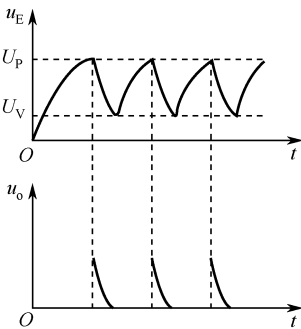

图 4-26 振荡器输出脉冲电压波形
2) 工作过程	<p>工作时，合上开关 S，电源通过 R_p、R 给电容 C 充电，电容两端间电压按指数规律上升。当 $U_c < U_p$ 时，单结晶体管处于截止状态，R_1 两端间电压近似为零。随着充电的进行，电容上的电压 U_c 升至单结晶体管的峰点电压 U_p 时，单结晶体管的 E、B_1 极之间导通，电阻 R_{b_1} 急剧减小，电容上的电压通过 R_1 放电。由于 R_1 很小，放电很快，放电电流在 R_1 上形成一个脉冲电压 u_o 并输出。随着放电时间的延续，电容上的电压 U_c 不断下降直到单结晶体管的谷点电压 U_v 时，E、B_1 极之间恢复阻断状态，单结晶体管从导通变为截止，输出电压 u_o 下降到零，完成一次振荡。</p> <p>单结晶体管截止后，电源又对 C 充电，并重复上述过程，结果在 R_1 上得到一个周期性尖脉冲输出电压，其波形如图 4-26 所示。</p>